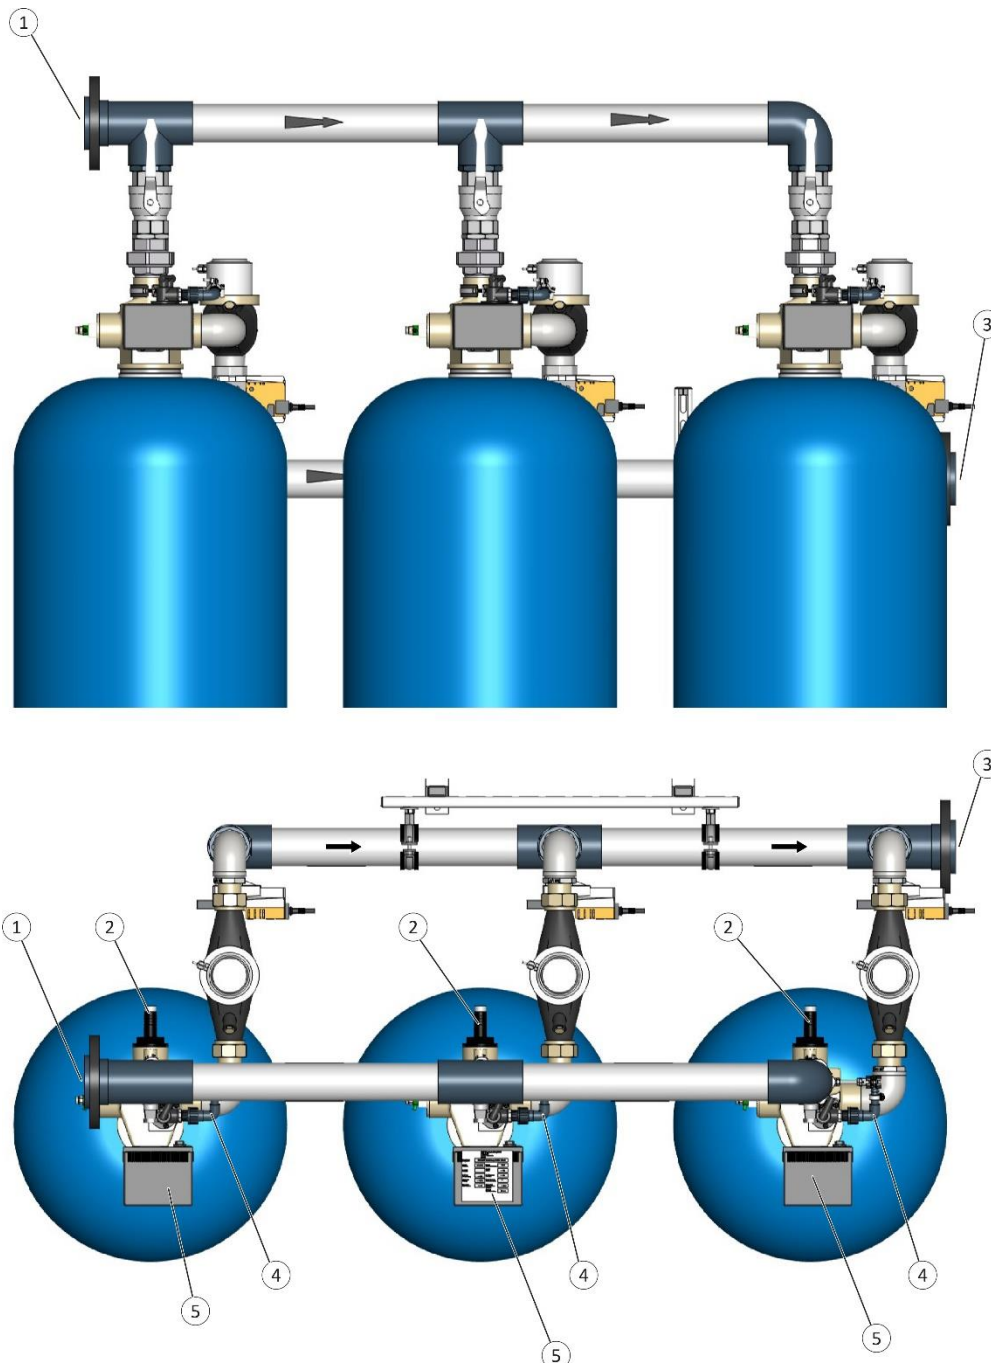

Abb. 24: Anlagenverrohrung (Oben: Ansicht von vorne; Unten: Ansicht von oben)
- ➔ Die drei Zentralsteuerventile der Austauscherbehälter sind durch die mitgelieferte Kunststoffverrohrung spannungsfrei miteinander zu verbinden (siehe Abb. 24).
- ➔ Verbindende Rohrleitung inkl. Absperrventile über die Verschraubung mit dem Hartwassereingang des Zentralsteuerventils verbinden (siehe Abb. 24).
- ➔ Verbindende Rohrleitung inkl. Kontaktwasserzähler und Kugelhähne über die Verschraubung mit dem Weichwasserausgang des Zentralsteuerventils verbinden (siehe Abb. 24).